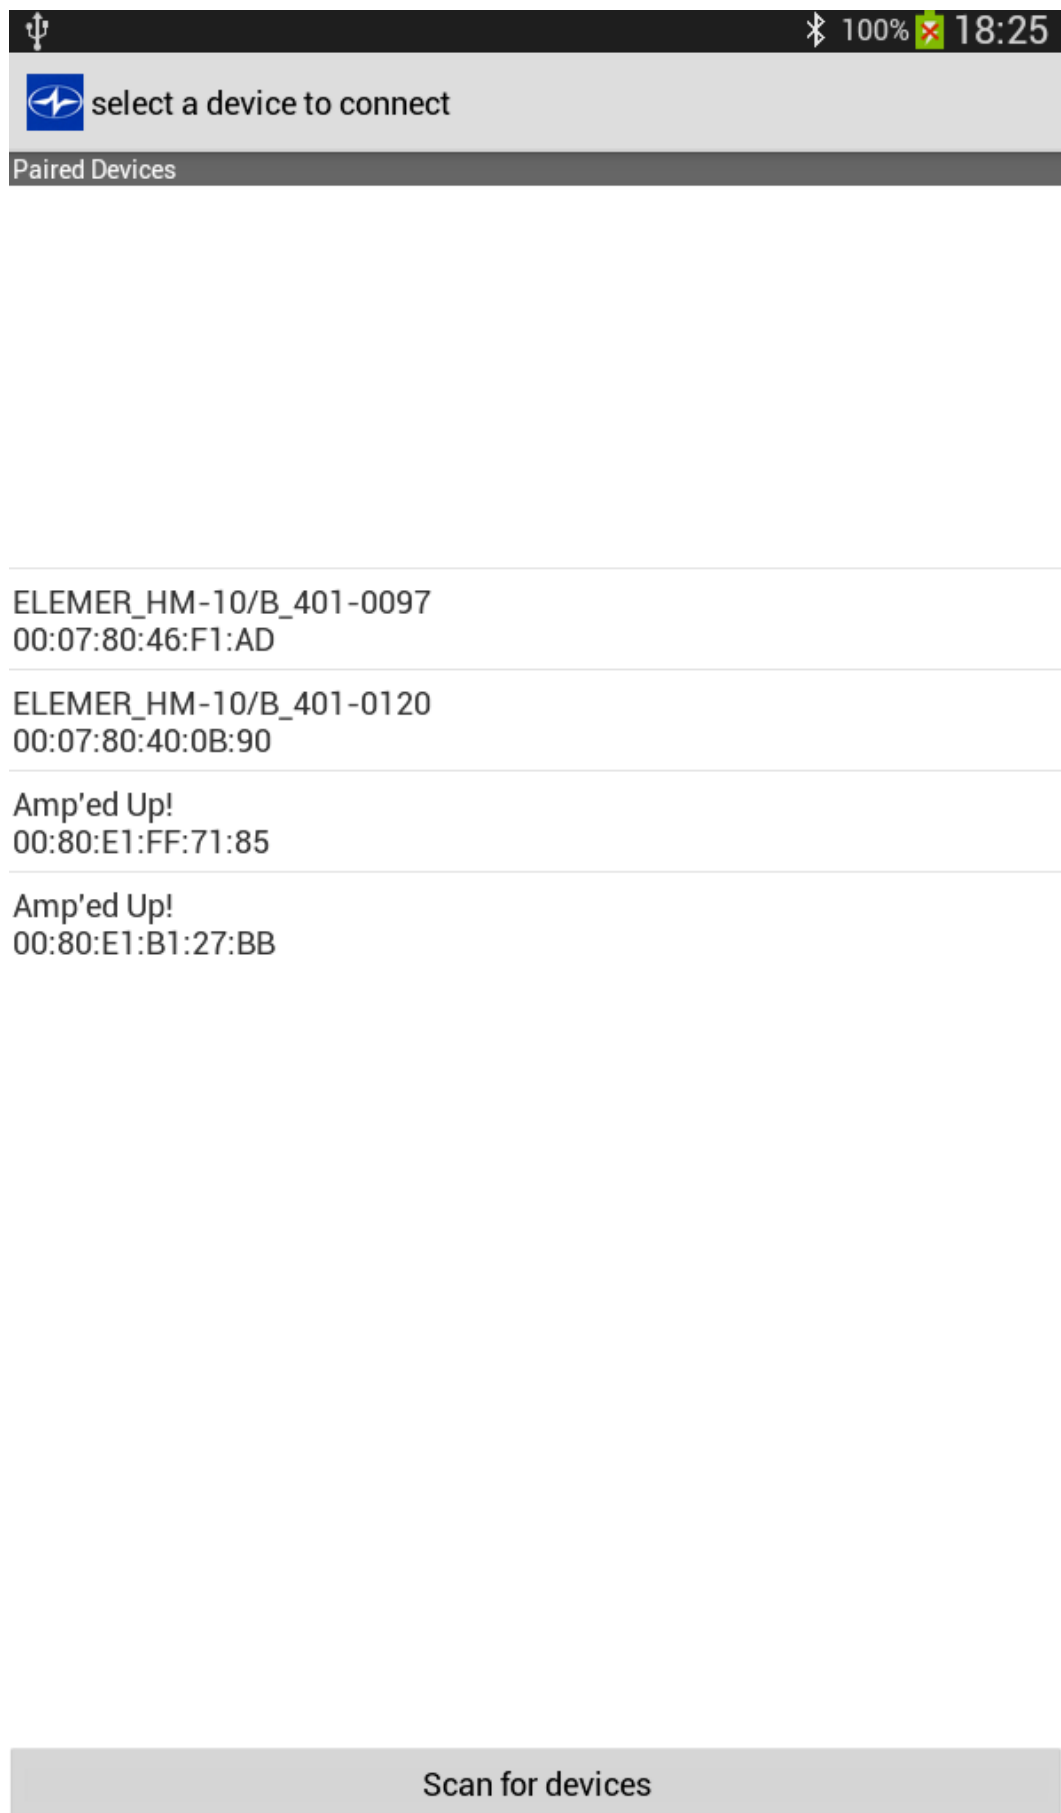

Рис. 2 Окно выбора Bluetooth-устройств
- нажать на поле «Подключить/Разъединить» и убедиться в появлении окна со списком Bluetooth-устройств (см. Рис.2);
- нажать кнопку «Scan for device» в нижней части окна (см. Рис. 2 ) для поиска среди ближайших Bluetooth-устройств;
- при корректном ведении серийного номера или пароля доступа убедиться в появлении всплывающего сообщения «Connected to ELEMER-HM-10/B\_401-0097» (при обнаружении модема) и в наличии модема (или устройства)» в списке «Paired Devices» (Рис. 2).